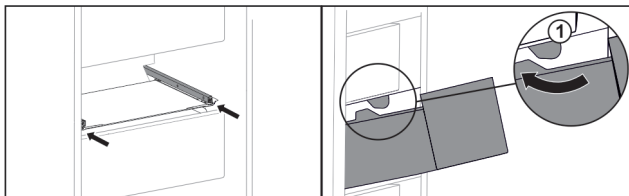

Fig. 105
- Schubfach um die Stopper Fig. 105 (1) herumführen.